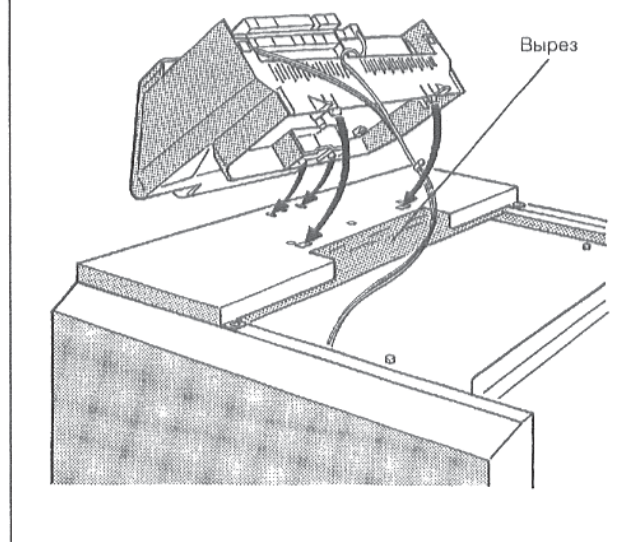

Рис. 7: Установка устройства регулирования
вставные крюки на нижней стороне устройства регулирования вошли спереди в овальные отверстия (Рис. 7).
Вставить в вырез в переднем кожухе котла капиллярные трубки датчиков температуры и, при устройстве регулирования "Ecomatic", линию датчика температуры воды подающей линии котла (Рис. 7).
- Подать устройство регулирования вперед, прижимая при этом вниз, чтобы два эластичных крюка зафиксировались в задних отверстиях (Рис. 7).